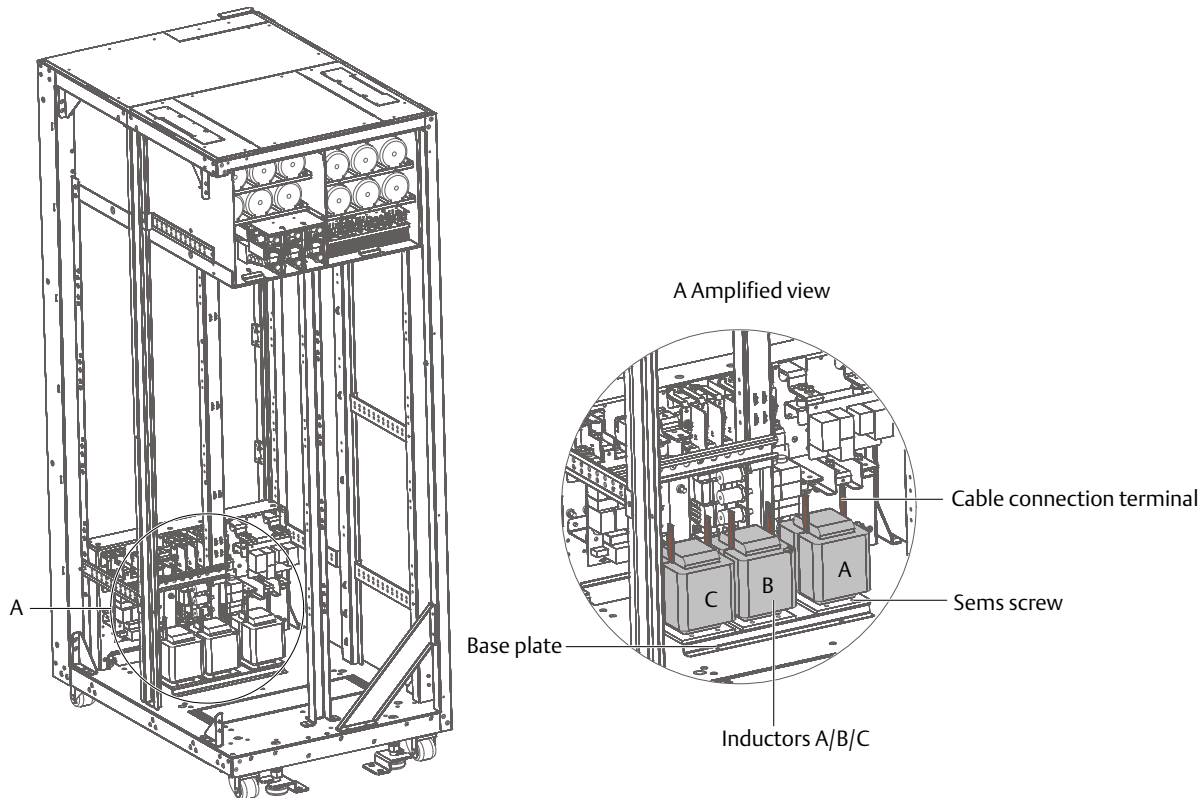

Figure 8-2 Положение индукторов распределения нагрузки байпаса
- 3. Установите три индуктора распределения нагрузки байпаса, см. Figure 8-2.
Есть 12 установочных отверстий на несущей пластине ИБП для крепления трех индукторов, четыре отверстия для установки каждого индуктора. Поместите три индуктора в установочном положении, как показано на Figure 8-2, и закрепите их на несущей плите шкафа ИБП с помощью M5 × 12 винтов SEMS (12 шт.).